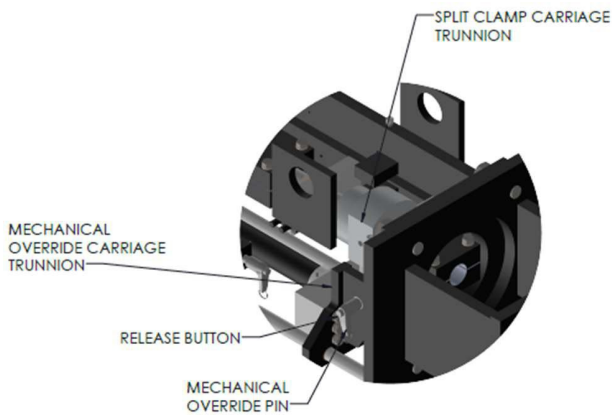

Figura 3
2. Opere o volante até que o munhão do carro de acionamento mecânico se alinhe ao munhão do carro da braçadeira dividida, mostrado na figura 3.
2. Pressione o botão de liberação do pino para remover o pino (Figura 3) e coloque o pino de volta no suporte (Figura 2) (pequenas rotações do volante podem ser necessárias para aliviar a tensão no pino).